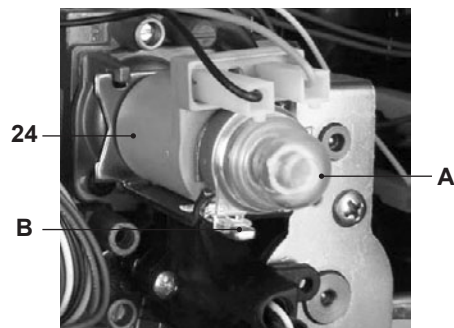

Fig. 7.9
- Rimuovere il cappuccio di protezione A dell'operatore modulante 24 in Fig. 7.9 ruotandolo in senso orario per liberarlo dal fermo B e facendo leva con un cacciavite piatto nella scanalatura.